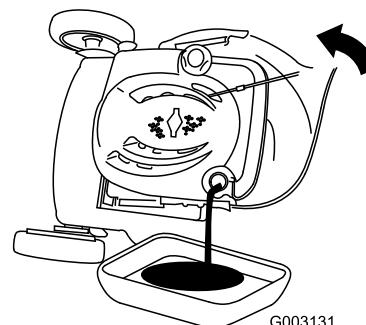

Figure 42
- Inclinez la tondeuse sur le côté (filtre à air vers le haut) pour vidanger l'huile usagée par le goulot de remplissage (Figure 42).